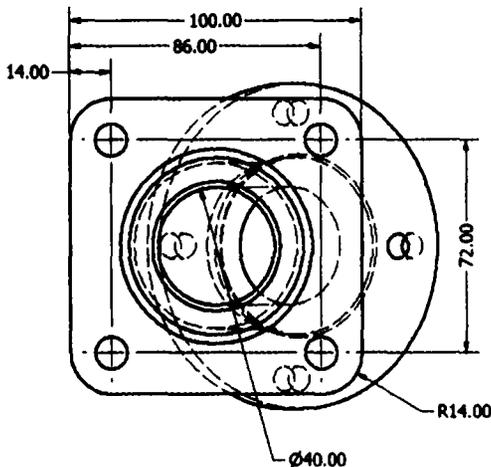

Рис. 2.25. Размещение нескольких размеров при помощи Базового набора
7. Щелкните в месте для размеров правой кнопкой мыши, выберите **Сделать исходной точкой** (рис. 2.25).